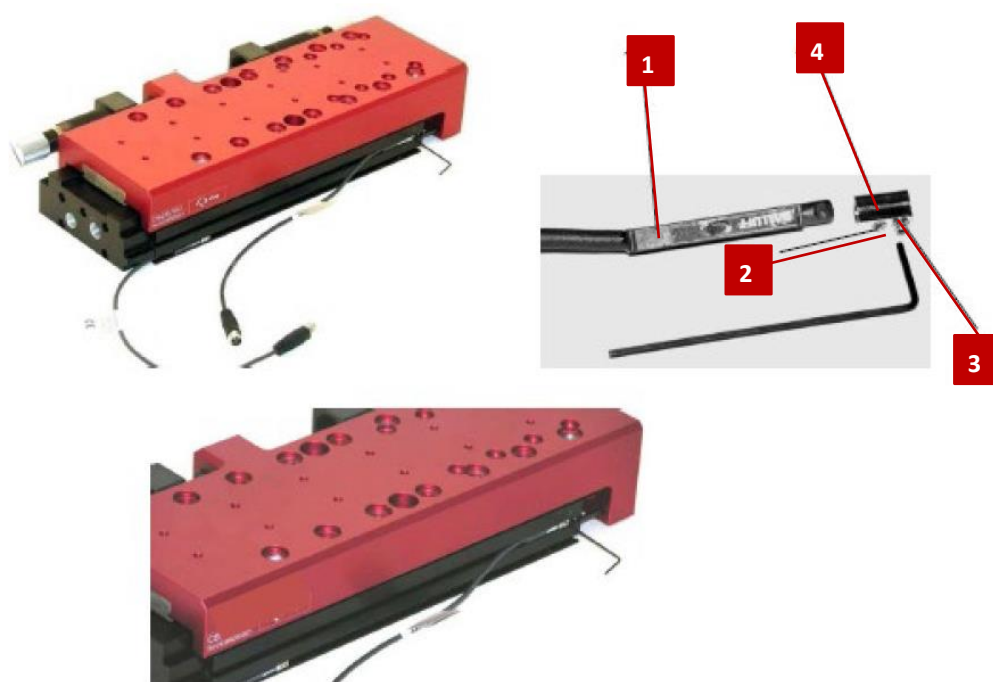

Fig. 11 Installation et réglage du chariot compact
1. Insérez le détecteur de proximité (Fig. 11, 1) avec pièce de fixation monté dans la rainure en C.
2. Fixez le détecteur de proximité dans la rainure en C à l'aide des vis de fixation de la pièce de fixation (Fig. 11, 3).